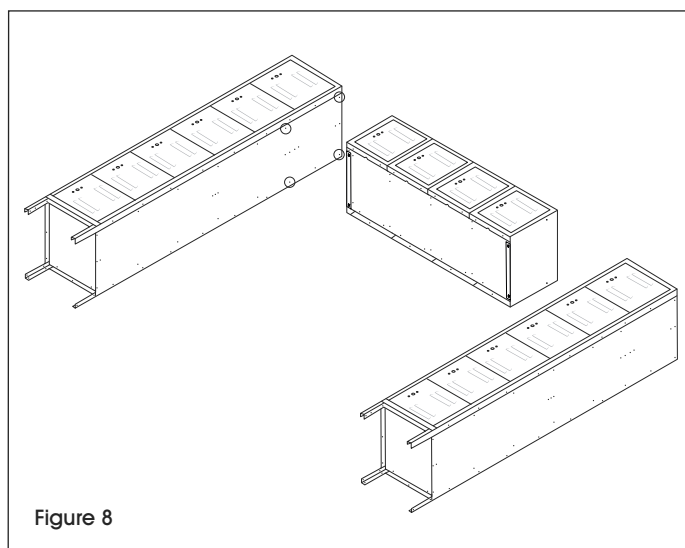

Figure 8
1. Fixez le cadre horizontal aux deux cadres verticaux comme illustré à la Figure 8. Utilisez 4 boulons et écrous pour chaque côté.